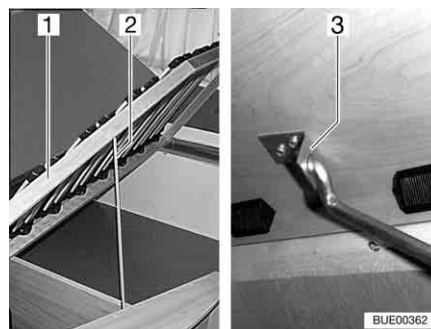

Fig. 91 Lit fixe
- Soulever le sommier à lattes (Fig. 91,1), détacher la tige (Fig. 91,2) de l'ancrage et l'insérer dans le trou du support (Fig. 91,3).
- Soulever le sommier à lattes (Fig. 91,1), détacher la tige (Fig. 91,2) du support (Fig. 91,3) et l'insérer dans l'ancrage.